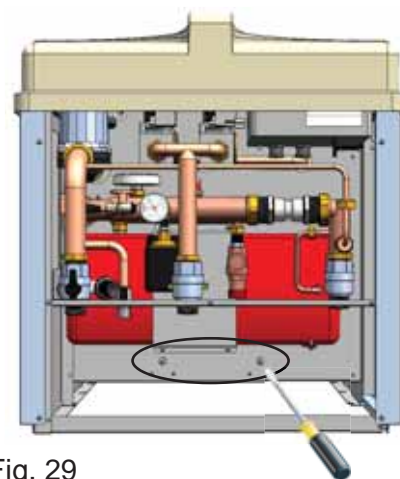

Fig. 29
- Allentare i dadi M6 e svitare le viti indicate in Fig. 29;
- Fissare le viti e bloccare i dadi M6 indicati in Fig. 29;